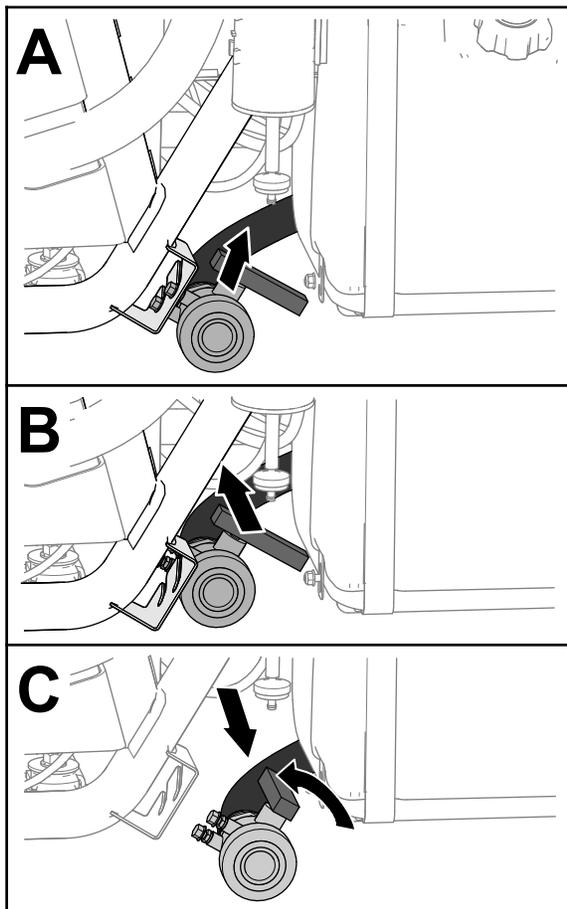

図 27
2. 車両左側、燃料タンクの前方にあるタンクドレンバルブを探し出す 図 27。
3. ドレンバルブを持ち上げて車両内側へ押し込み、バルブのスタッドがブラケットのスロットから外して、バルブを外す 図 27。
4. 薬剤回収容器の中にバルブを入れ、バルブのハンドルを左に回してバルブを開く (図 27)。
5. 排出が完全に終了したら、ドレンバルブのハンドルを「閉」に回し、バルブをブラケットに元通りに取り付ける 図 27。